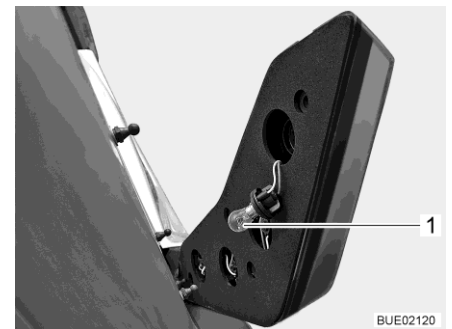

Fig. 203 Feu arrière
- Saisir le côté arrière du boîtier par le trou. Faire tourner la douille (Fig. 203,1) (fermeture à baïonnette) et l'extraire. Le feu stop est illustré comme exemple.